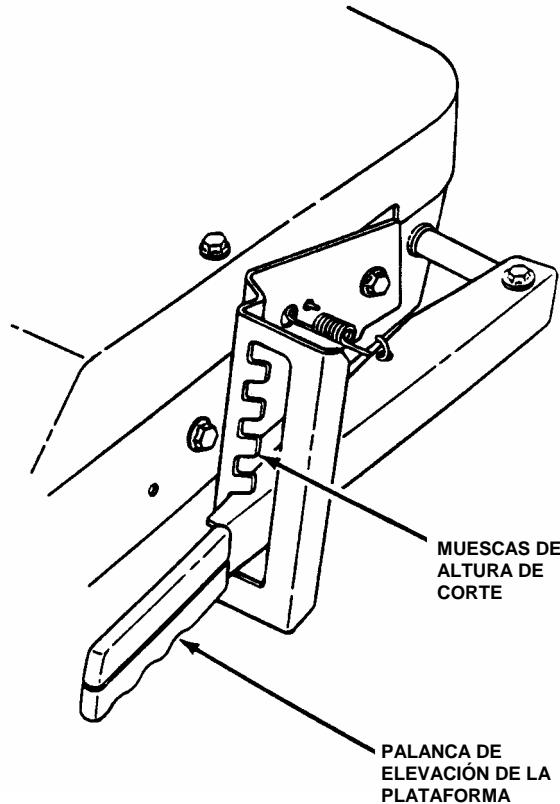

FIGURA 2.18
- Ajustar la altura de corte según se desea usando la palanca de elevación de la plataforma para engancharla en una de cualquiera de cinco posiciones. Mueva la palanca hacia arriba o hacia abajo a la altura de corte deseada y luego moverla para fijarla en las muescas de altura de corte. Vea la figura 2.18.